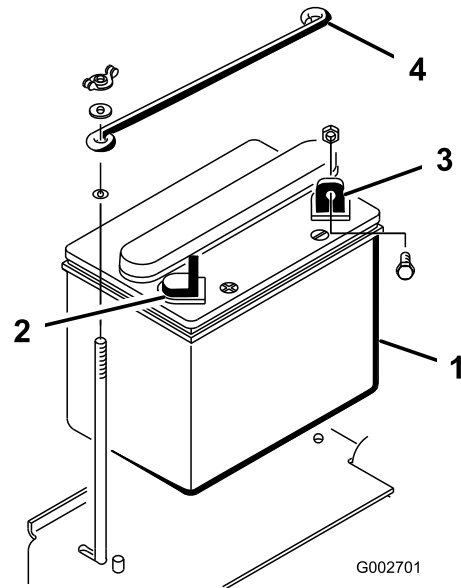

Bild 5
1. Setzen Sie die Batterie ein. Die Minusklemme befindet sich hinten an der Maschine (Bild 5).